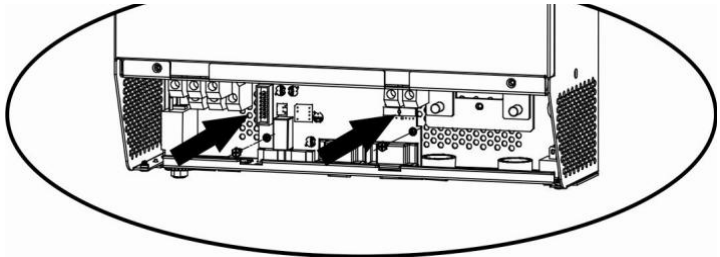

Abb. 5-6 Einsetzen der Parallel-Erweiterungskarte.
- Schritt 4, Setzen Sie die Parallel-Erweiterungskarte wie gezeigt in Abbildung (Abb. 5-6) ein: